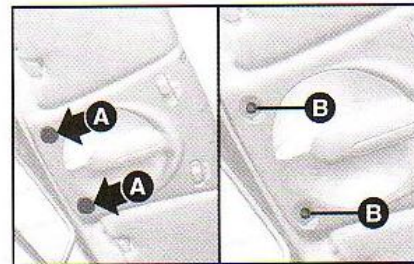

fig. 41
LUZ INTERNA DIANTEIRA - fig. 41
1) Retirar os tampões de plástico **A**-fig. 41.